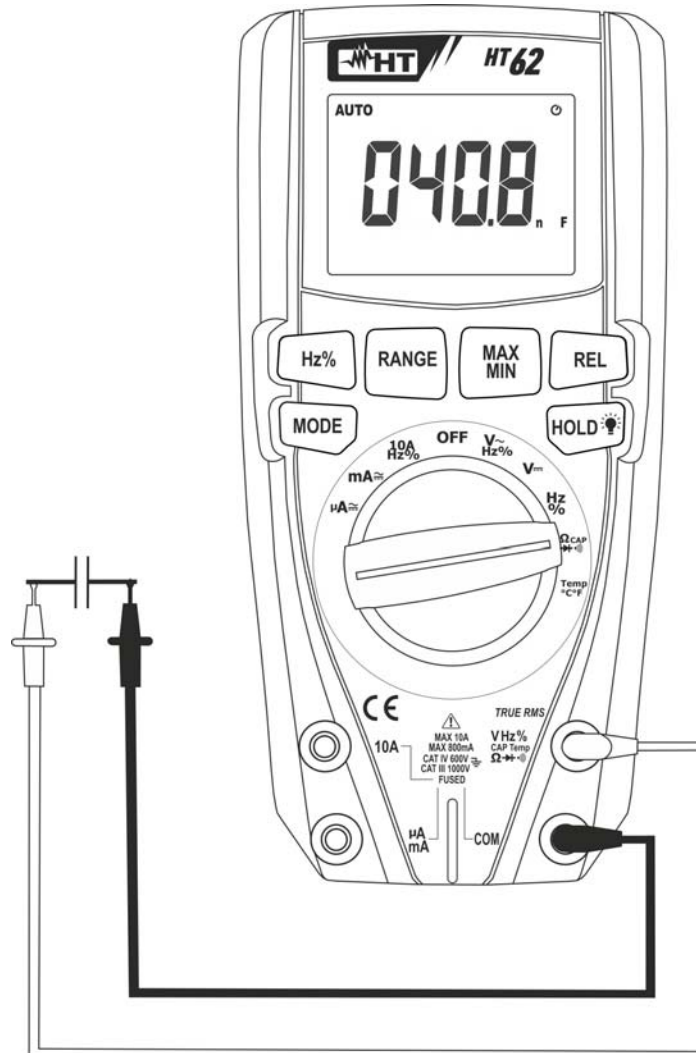

Fig. 7: Uso dello strumento per misura di Capacità
5. Posizionare i puntali ai capi del condensatore in esame rispettando eventualmente le polarità positive (cavo rosso) e negative (cavo nero) (vedere Fig. 7). Il valore della capacità è mostrato a display